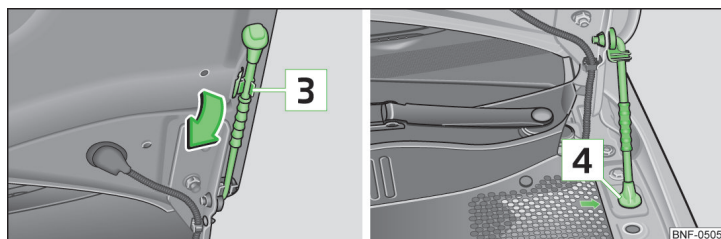

Fig. 97 Asegurar el capó
- Sacar la varilla de apoyo en el sentido de la flecha **3** del soporte » fig. 97.